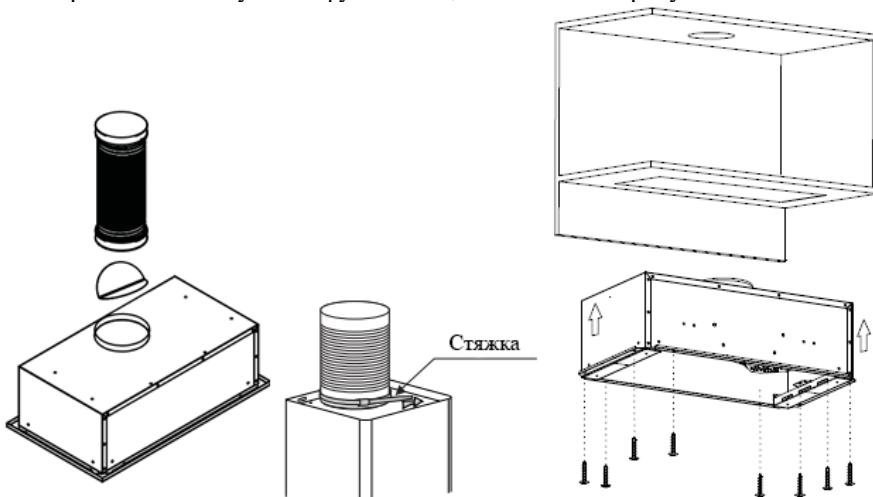

Рис. 7
8. Установите V-образные клапаны и переходник, закрепите расширительный трубопровод к выходу с помощью кабельных стяжек. См. рисунок 7.
9. Закрепите вытяжку к шкафу с помощью винтов. См. рисунок 7.